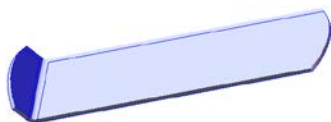
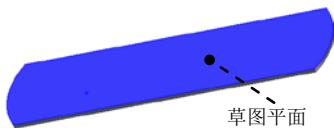

图 7.14 绘制的折弯 1
图 7.15 折弯线草图平面
Step3. 创建图 7.14 所示的钣金特征——绘制的折弯 1。
(1) 选择命令。选择下拉菜单 **插入(I)** → **钣金(H)** →  **绘制的折弯(S)...** 命令 (或单击“钣金”工具栏上的“绘制的折弯”按钮 )。
(2) 定义特征的折弯线。
① 定义折弯线草图平面。选取图 7.15 的模型表面作为折弯线草图平面。